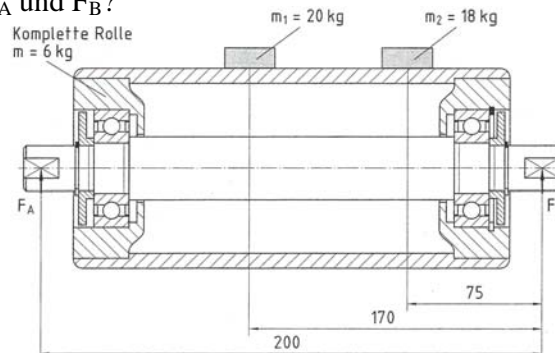

Abb.4: Massen- und Längenangaben
28) Auf der horizontal gelagerten Rolle werden zwei Lasten (Abb.4) transportiert. Wie groß sind hierbei die Auflagerkräfte F_A und F_B ?